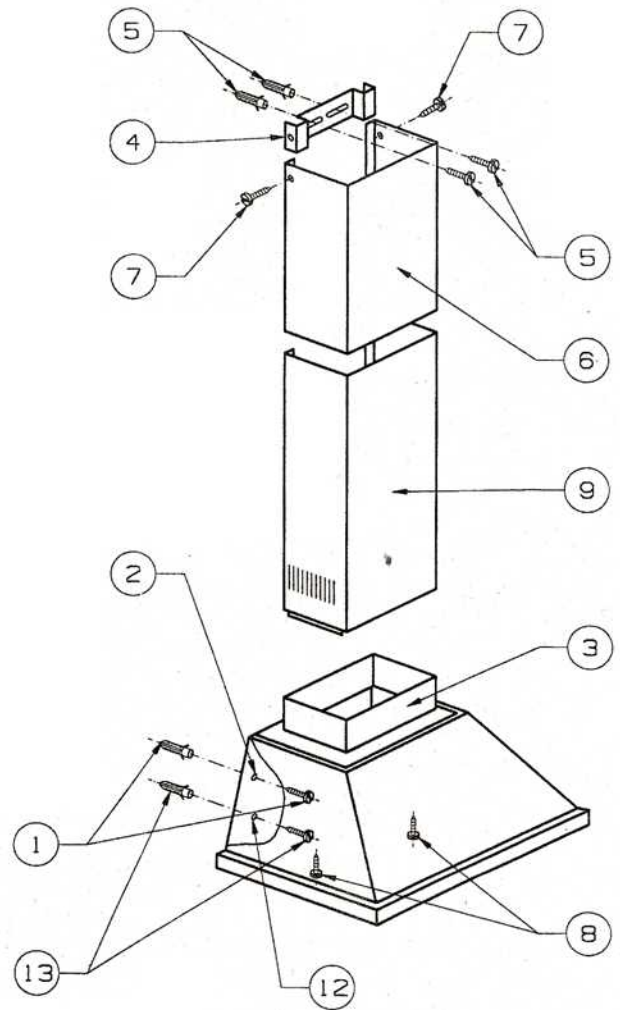

Fig. 2
- 3) Colgar la campana pasando la cabeza de los tornillos (1) por los agujeros (2 Fig. 2).
- 4) Montar los tornillos y apretarlos (13 Fig. 2).
- 1) Fijar a la pared con los tacos y tornillos (5 Fig. 2) el soporte (4 Fig. 2) en función de la altura de la cocina.
- 2) Montar en el soporte (4 Fig. 2) el trozo corto de chimenea (6 Fig. 2).
- 3) Colocar el trozo largo de chimenea (9 Fig. 2) encima del corto, abriéndole ligeramente los lados.
- 4) Fijar la chimenea a la campana con los 2 tornillos (8 Fig. 2) desde el interior de la misma.